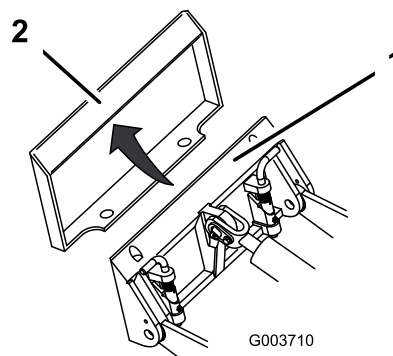

Figura 19
4. Posizionate la piastra di appoggio nel bordo superiore della piastra ricevente dell'attrezzo (Figura 19).